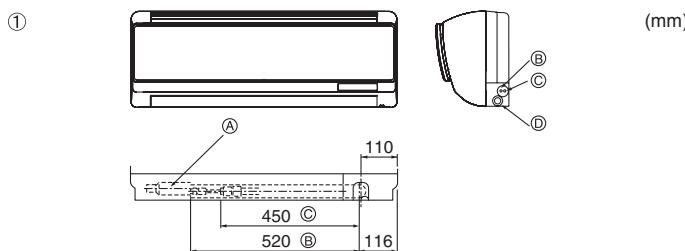

Fig. 4-2
- ① Soğutucu ve drenaj borularının yerleri (Fig. 4-2)